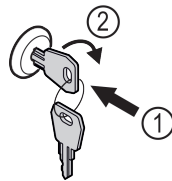

Fig. 206
- ▶ Sæt nøglen i. Fig. 206 (1)
- ▶ Drej nøglen 90° med uret. Fig. 206 (2)